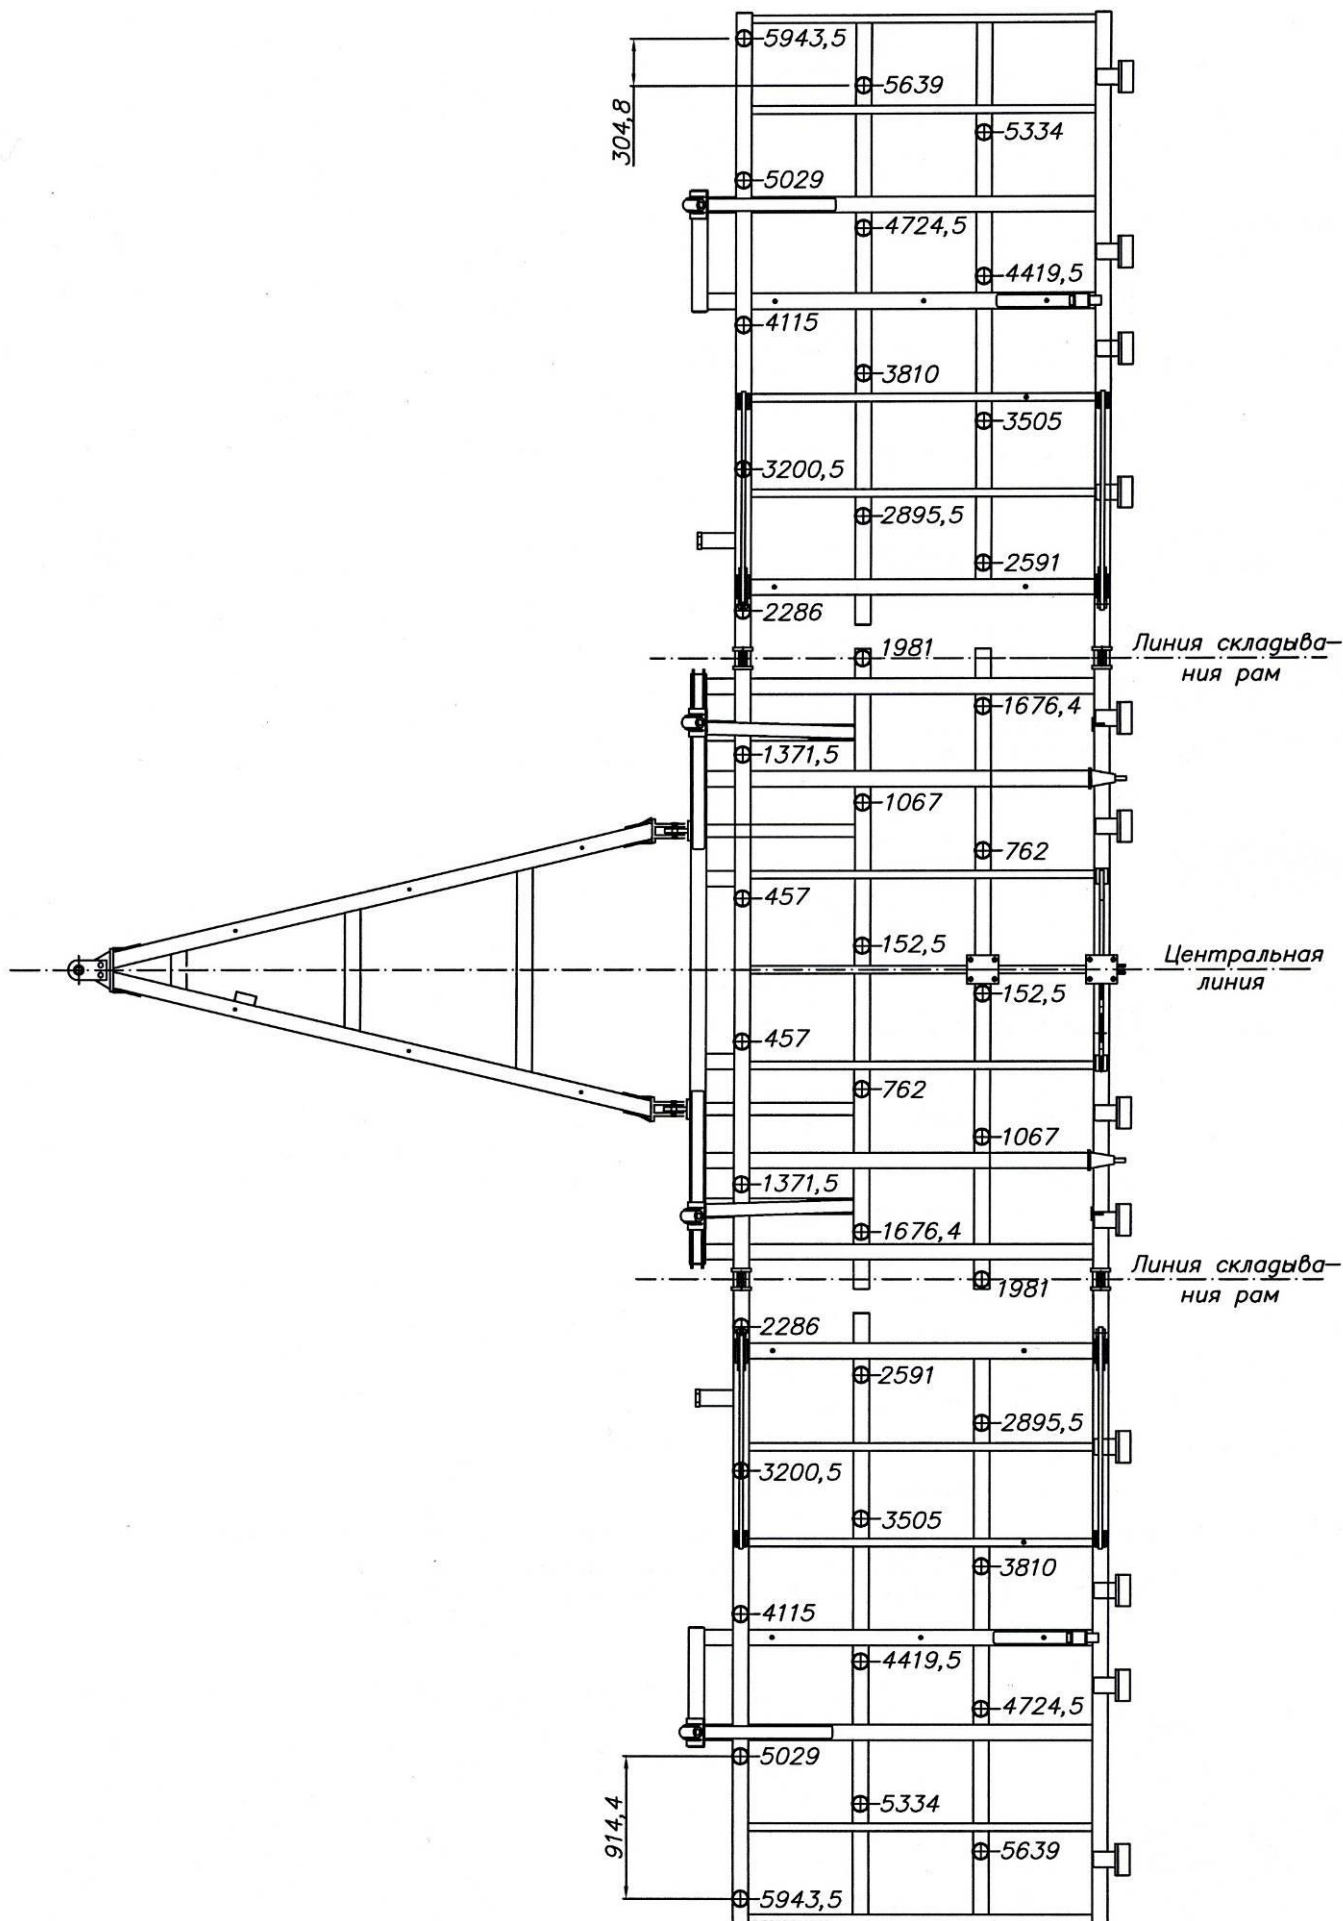

Рис.4.4.2 Схема размещения стоек сошников (размеры в мм) для ПК "Кузбасс"
4.4.1. Установочные места стоек сошников определяются путем измерений от центра главной рамы посевного агрегата вправо и влево. Можно пользоваться маркировкой, выполненной в заводских условиях, однако необходимо убедиться в ее правильности, выполнив два-три контрольных замера (см. рис. 4.4.2). Размеры указаны от центров крепежных пластин сошников.